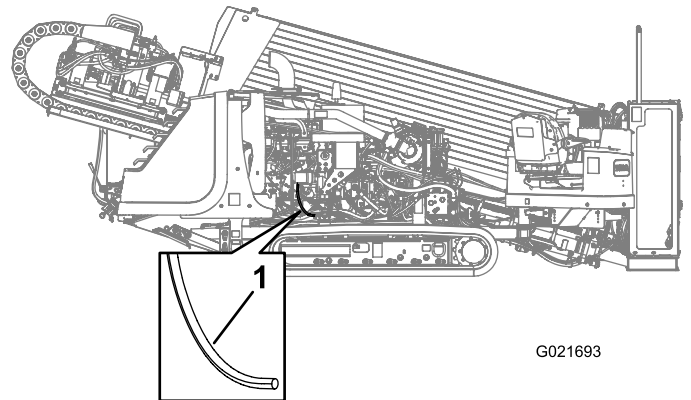

Figura 77
3. Cuidadosamente, retire o tubo do respiro do cárter (Figura 77).
4. Limpe a extremidade do tubo (Figura 77).